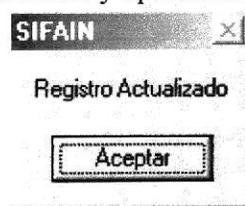

Figura 9.6 Mensaje de Información.
- Si escogió <Si> se grabará los datos y aparecerá el mensaje de la figura 9.6.